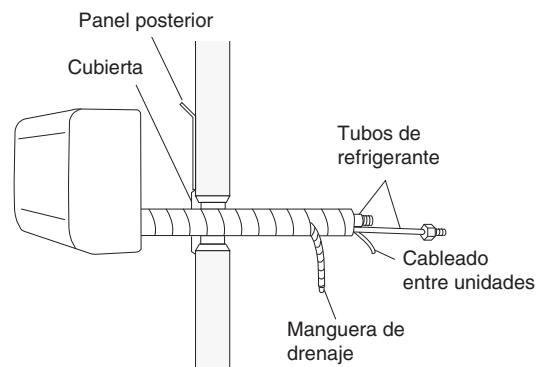

Fig. 3-24
- (1) Dé forma a los tubos de refrigerante de manera que puedan entrar fácilmente por el orificio de la pared. (Fig. 3-24)